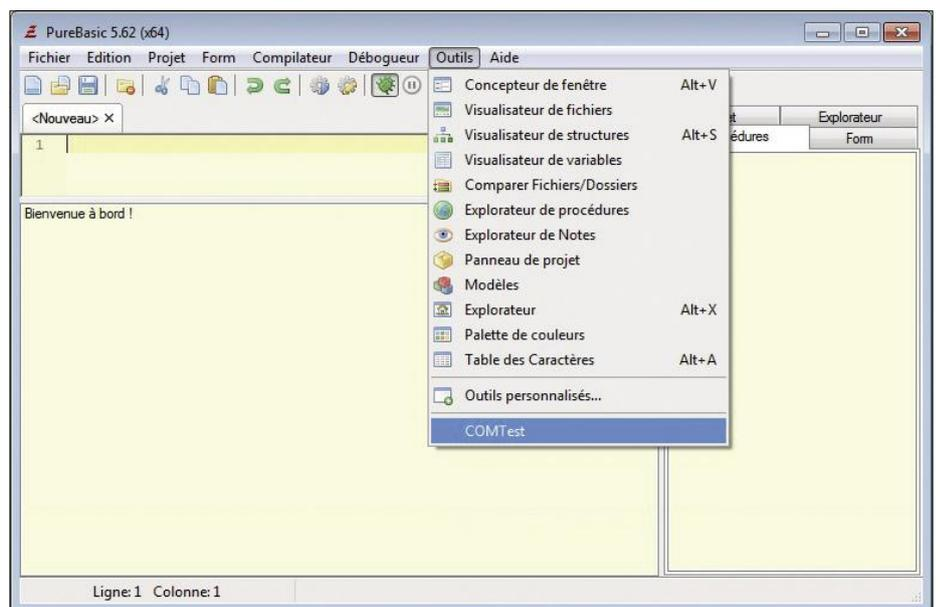

Figure 9. COMTest apparaît comme une rubrique du menu Outils.
- Après fermeture des deux fenêtres avec « OK », le nouvel outil apparaît dans le menu Outils (**fig. 9**).